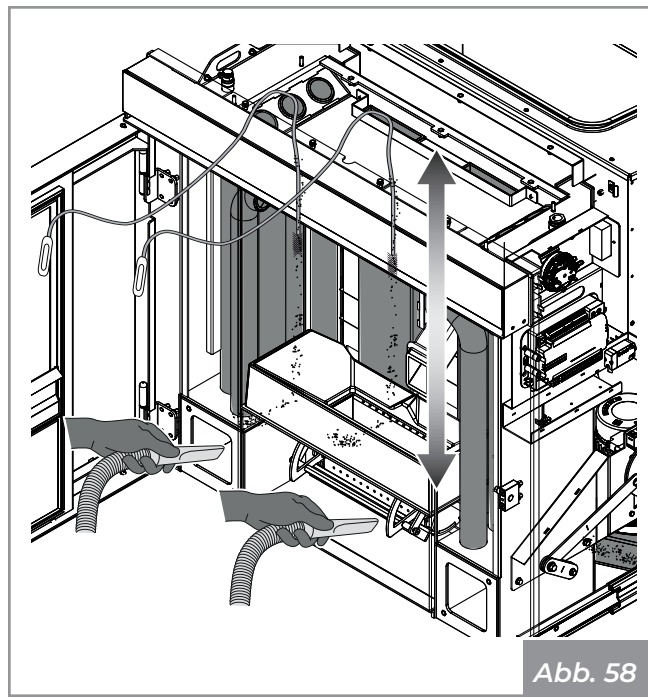

Abb. 58
- Verwenden Sie eine Bürste mit einer flexiblen Kordel, um die Austauschrohre in der Brennkammer zu reinigen (**Abb. 58**).